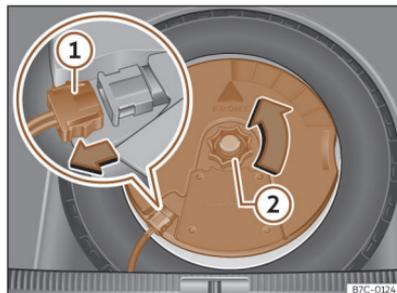

Abb. 223 Im Gepäckraum: Subwoofer ausbauen.
- Ziehen Sie das Subwoofer-Lautsprecherkabel heraus >>> (Abb. 223) ①.
- Drehen Sie das Befestigungshandrad entgegen dem Uhrzeigersinn heraus >>> (Abb. 223) ②.